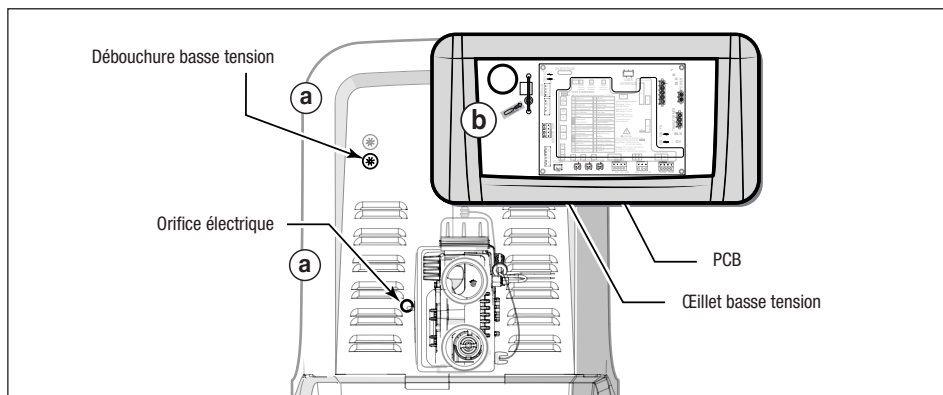

Figure 14. Routage du harnais de dérivation JXiQ
6. Faire passer le faisceau à travers l'œillet au niveau de la débouchure basse tension, se reporter à la Figure 14 (b).
1. Passer soigneusement le faisceau à travers l'œillet basse tension sur la goulotte, se reporter à la *Figure 14 (b)*.